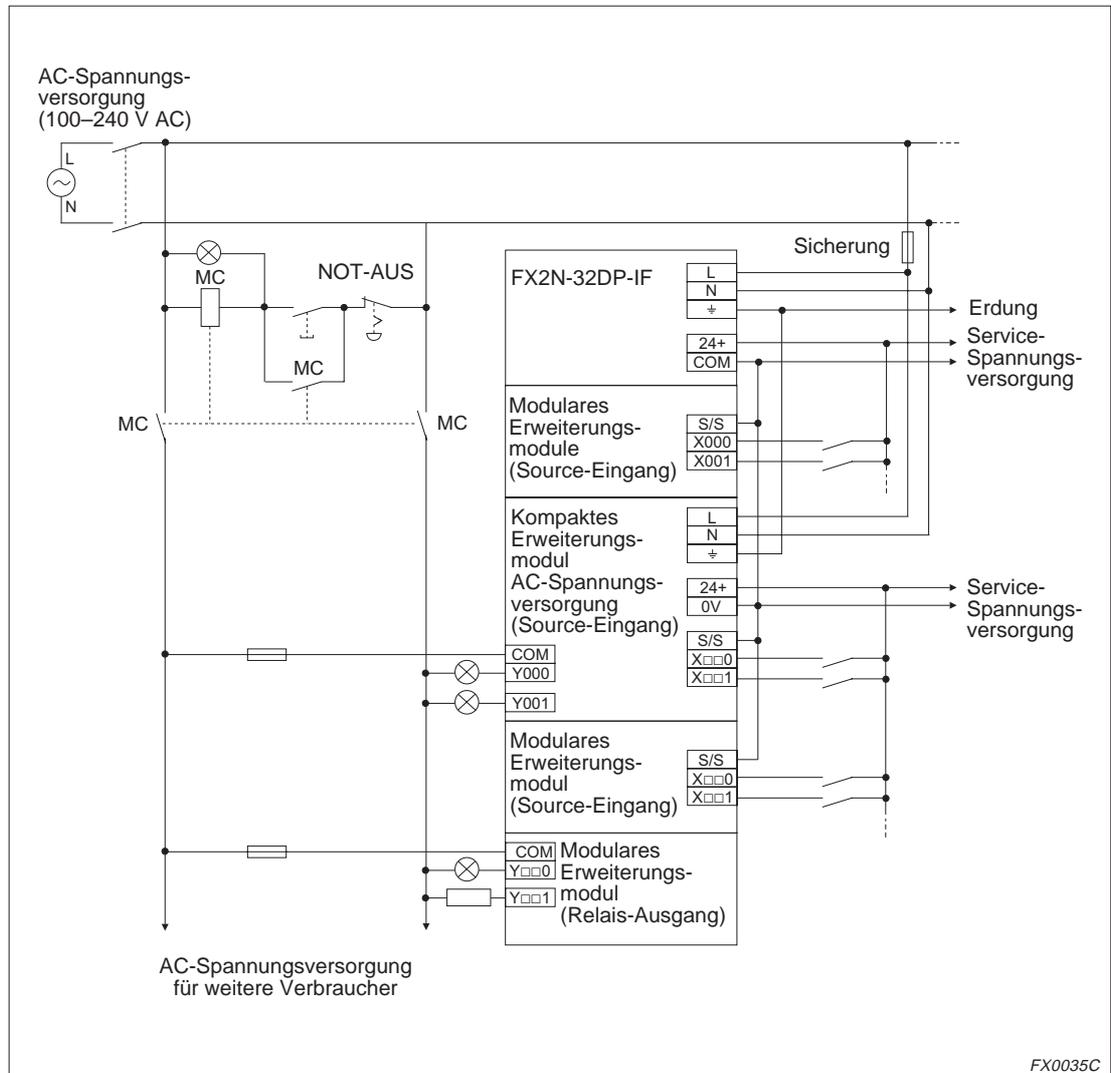

Abb. 2-6: AC-Spannungsversorgung
①	Der Stromschaltplan für das FX2N-32DP-IF ist in Abb. 2-6 dargestellt.